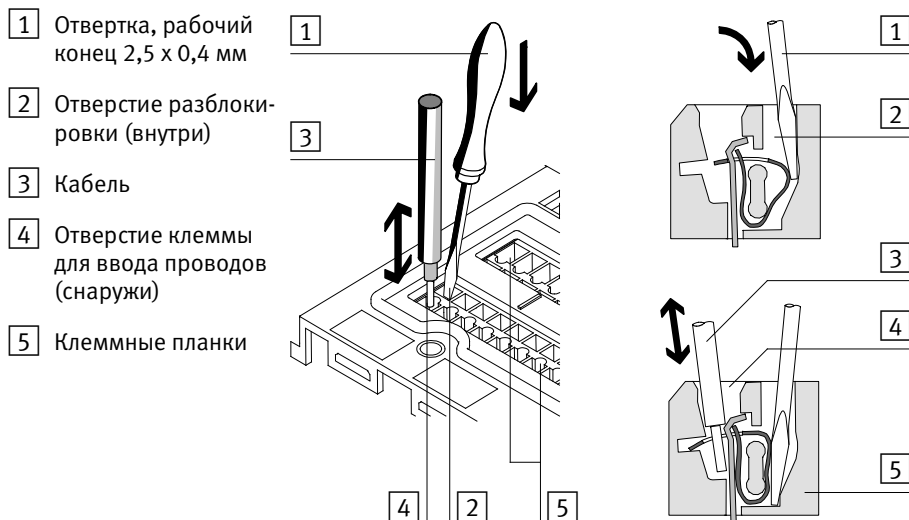

Рис. 1/4: Подключение к пружинной клемме
1. Нажмите на отвертку, слегка поворачивая ее в направлении среднего ребра в отверстии блокировки (см. Рис. 1/4).